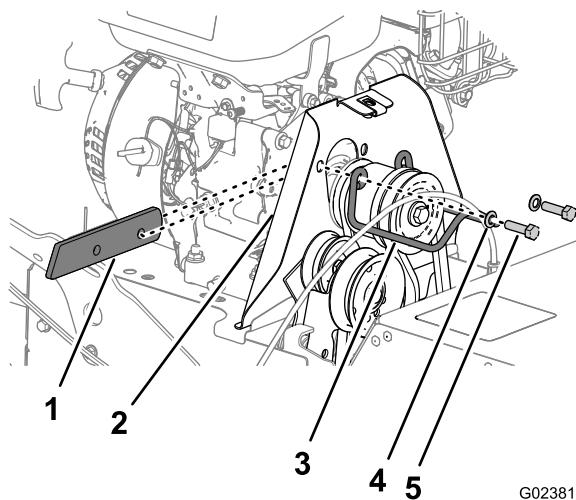

Рисунок 39
- Установите проставку между двигателем и щитком шкива и совместите отверстия в проставке, двигателе и щитке (Рисунок 39).
- Прикрепите направляющую шкива к машине при помощи болтов и шайб (Рисунок 39), снятых при выполнении пункта 2 в разделе **Снятие ремня привода щетки** (страница 29).